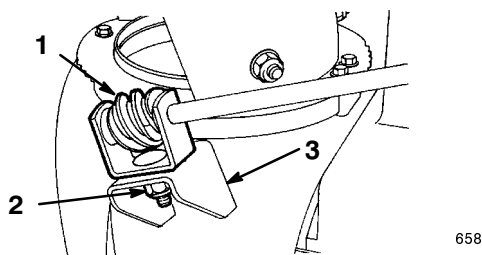

Figure 11
2. Enduisez la vis sans fin de graisse multi-usages N° 2 (Fig. 11).
3. Montez la vis sans fin et l'étrier sur le support prévu, de manière lâche, à l'aide d'un boulon, d'une rondelle pyramidale et d'un contre-écrou (Fig. 11).
4. Glissez la vis sans fin dans les dents de la couronne de l'éjecteur et serrez le contre-écrou (Fig. 11).